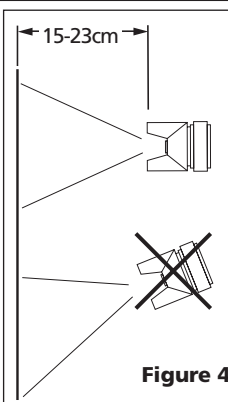

Figure 4
1. Commencer à pulvériser. Toujours garder le pistolet à angles droit par rapport à l'objet de travail (Voir Figure 4).